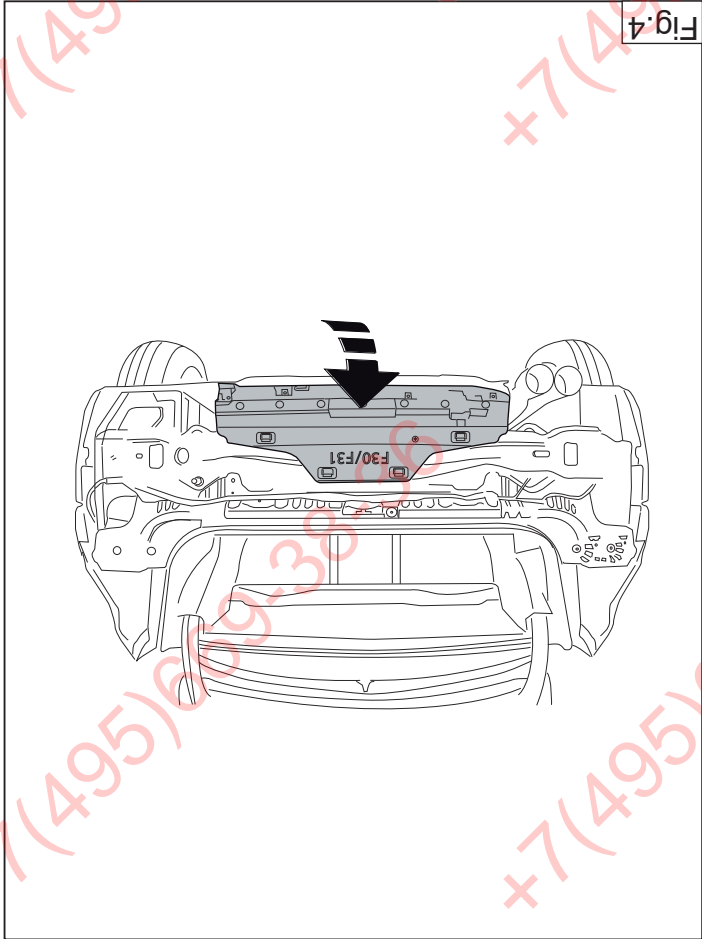

Fig.4
9. Attach the plastic cap to the crossbeam of the tow bar at the points B. See figure 4.
8. Montieren Sie die Kunststoffkappe am Querträger der Anhängerkupplung an den Punkten B. Siehe Abbildung 4.
- Monter le capuchon en plastique au niveau de la barre perpendiculaire de l'attache-remorque, sur les points B. Voir la figure 4.